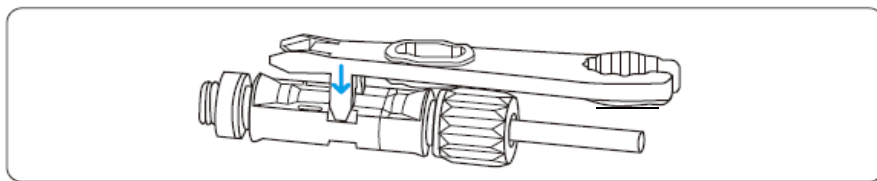

Imagen 8.1 Desinstalación del conector de CC
Paso 1: Desconecte todos los cables del inversor e incluya también los cables de comunicación, los cables de CC, los cables de CA y los cables de puesta a tierra, tal y como se muestra en la imagen 8.1.